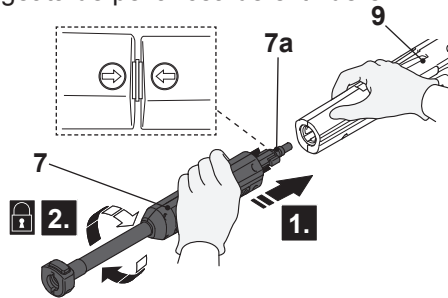

Fig. 3
1. Aliniați și introduceți limbile (7a) de la lancea de extindere (7) în canelurile portului de conectare ale pistolului de pulverizare (9). (Fig. 3 pasul 1).
2. Potrivii cu siguranță lancea de extensie (7) rotind-o în sens orar pentru a o bloca în poziție (pasul 2). Asigurați-vă că săgeata de pe pistolul de pulverizare se aliniază cu săgeata de pe lancea de extindere.